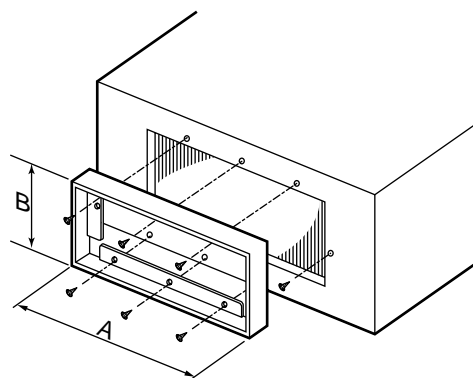

Fig. 1
- ① A l'aide de 6 vis, montez la bride sur l'orifice d'alimentation en air de l'unité intérieure. (Fig. 1)
- ② Adaptez le conduit carré à la dimension intérieure de la bride. $A \times B$.